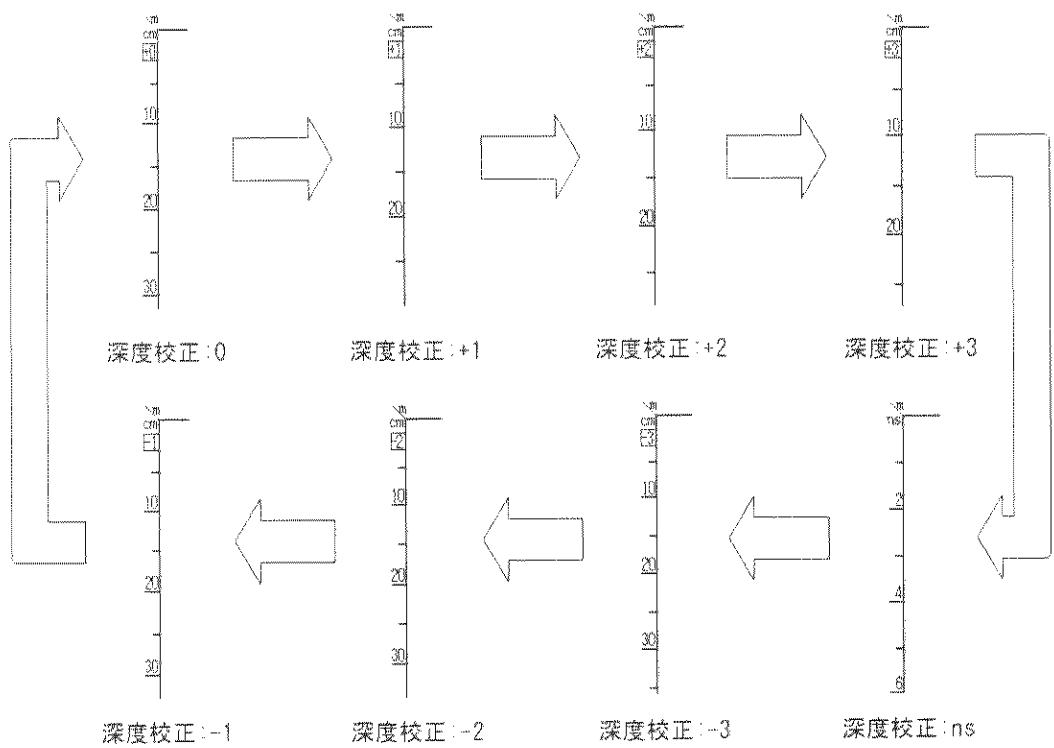

図3-13 深度目盛
下表に深度校正值と比誘電率の関係を示し、図3-13に深度目盛を表わします。
- 図3-13のように無筋部分が固定カーソル位置に重なったときに、**[5]ENTER** を押すことにより、固定カーソル位置の反射波を表面波としてリアルタイムマニュアル表面波処理を行ったBモード(BAモード)表示を行います。